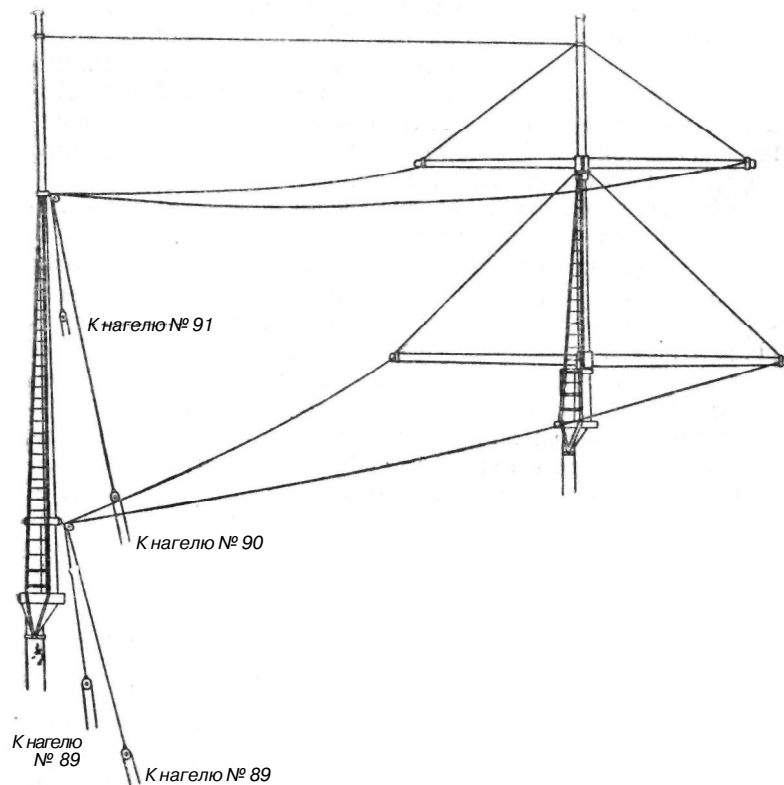
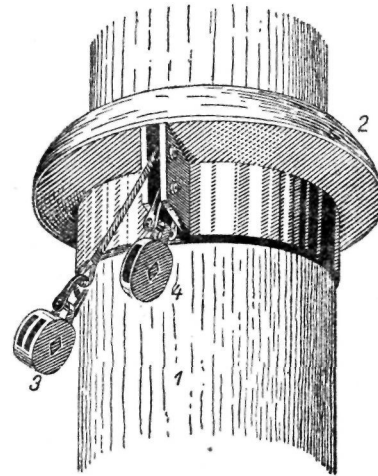

Рис. 46. Проводка брам- и бом-брам-брасов.
Рис. 48. Крепление отводного блока брам-брам-брасов:
**Брам-брасы** (рис. 46). Основывается два — левый и правый, каждый из стального шкентеля и лопаря из растительного троса.
Ходовой конец шкентеля проводится через левый ШКИЕ двухшкивного блока, укрепленного за передний обух грот-стенг-эзельгофта (рис. 46а). Оканчивается ходовой конец шкентеля коушем, в который закрепляется одношкивный блок. Через блок проводится лопарь браса. Коренной и ходовой концы лопаря крепятся на нагеле № 88.
Рис. 46а. Крепление отводного блока брам-брасов:
**Брам-брам-брасы** (рис. 48). Основываются и проводятся так же, как и брам-брасы. Отводной же двухшквивный блок для шкентелей брам-брам-брасов закрепляется не у грот-стенга-эзельгофта, как для брам-брасов, а на специальной стропке, у заплечиков грот-стенга-такелажа. Коренной и ходовой концы лопаря левого брам-брам-браса крепятся на нагеле № 90. Коренной и ходовой концы лопаря правого брам-брам-браса — на нагеле № 91 (см. рис. 46).
**Грот-стень-стаксель-фал** (см. рис. 48). Основывается и проводится подобно грота-стаксель-фалу.